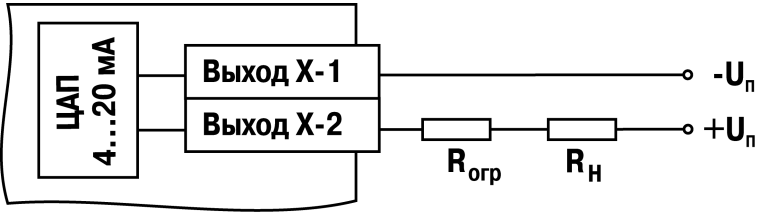

Рисунок 3.3 – Схема подключения нагрузки к ВУ типа «И»
**Формирователь токового сигнала (выход И)** преобразует на активной нагрузке Rn значение на выходе в токовый сигнал 4...20 мА (см. рисунок 3.3).